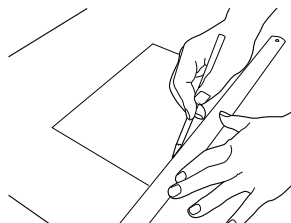

Fig. 11
1. Marque la línea de corte en la pieza de trabajo (Fig. 11).